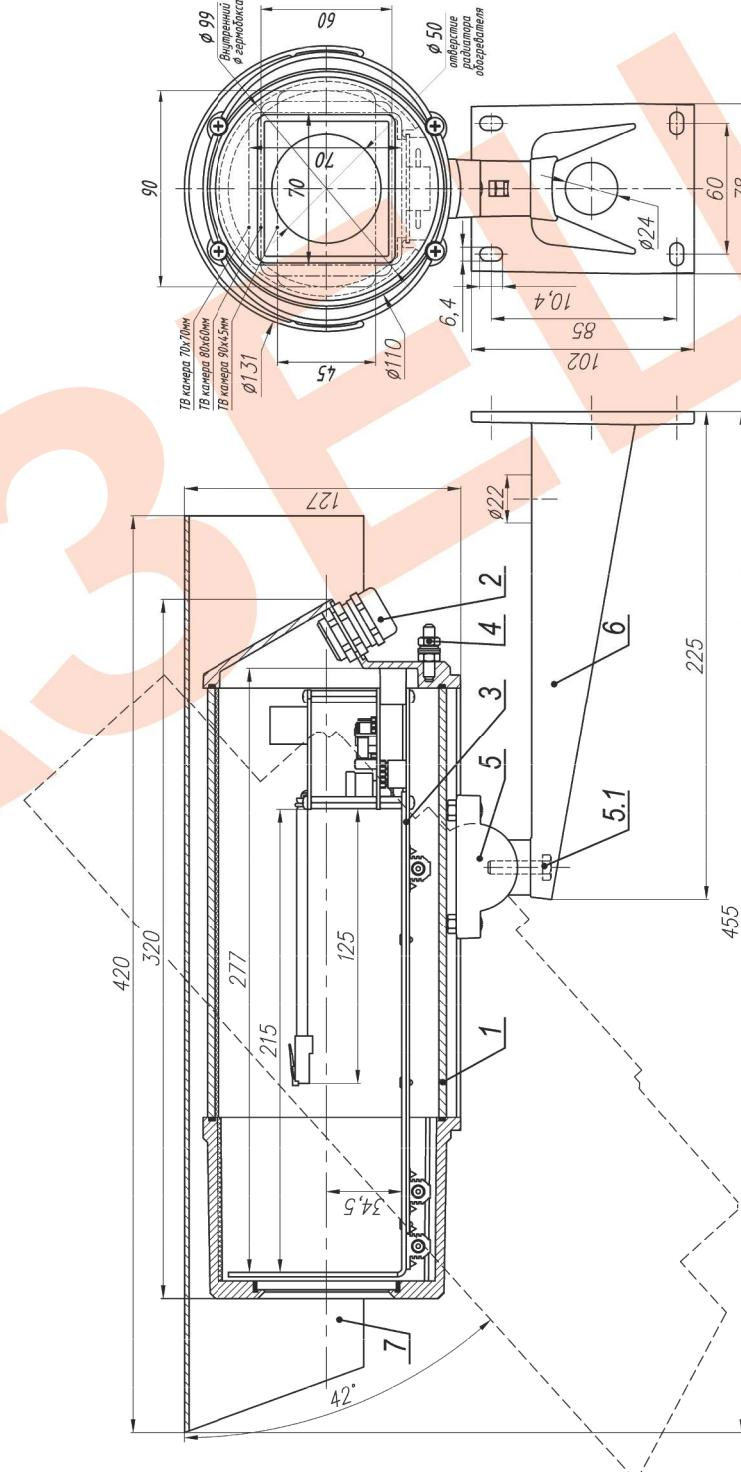

Рис.1 Состав и габаритно-установочные размеры ТГБ-7 PoE
2. Выдвинуть модуль видеокамеры (поз.3 рис.1) из кожуха.
Инжектор PoE-12-I (см.рис.1) конструктивно выполнен в пластмассовом корпусе.
9. Габаритные размеры..... см. рис.1
В состав ТГБ-7 PoE входят (см. рис.1):